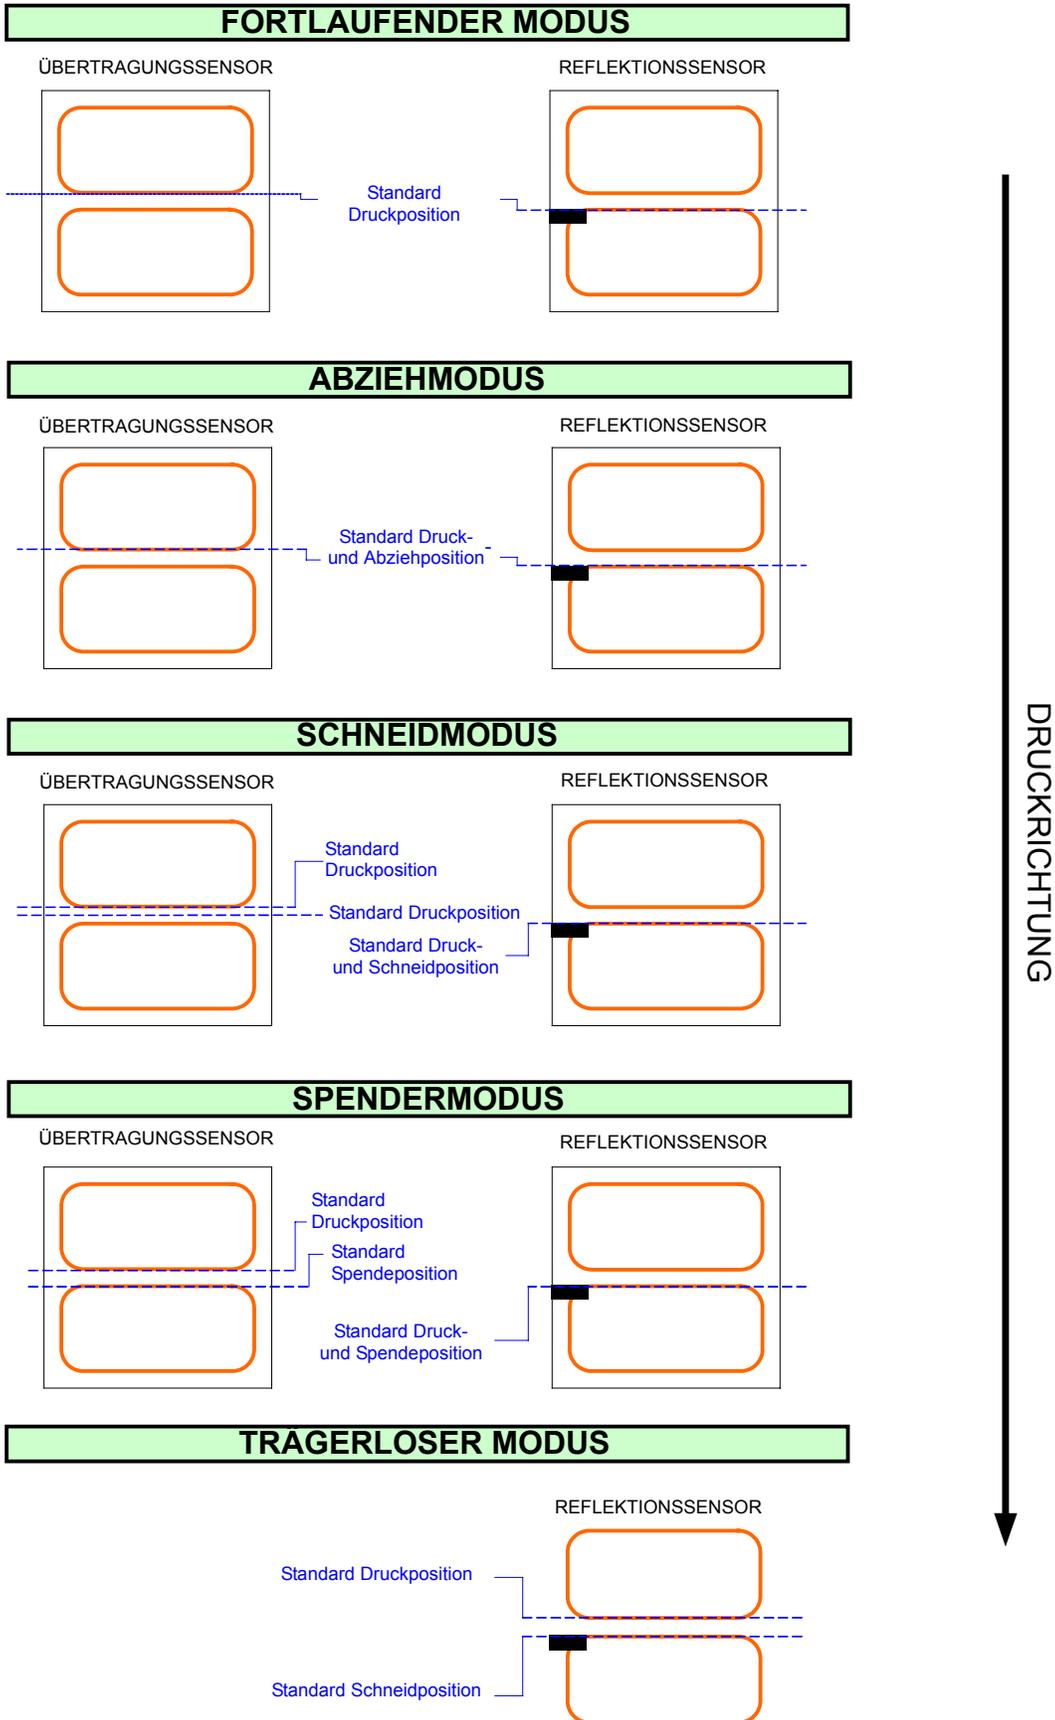

Abbildung 3-4, Referenzposition des Etiketts
5. Führen Sie das Etikettenmaterial durch den Sensor und über die Andruckrolle. Siehe dazu Abbildung 3-4.